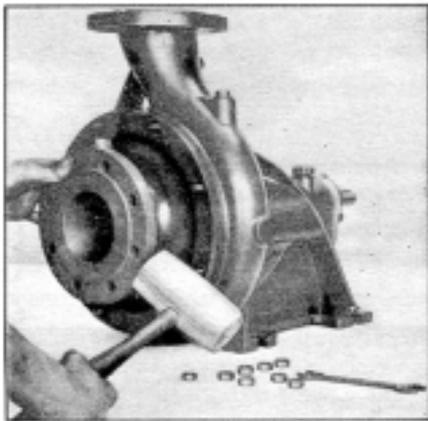
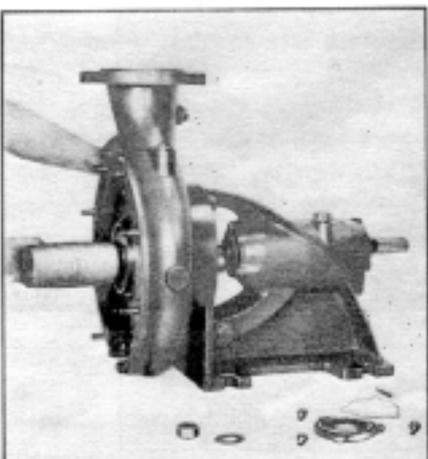

fig. 11 Desmontaje de la tapa de succión
fig. 13 Retiro del rodete del eje
Para ser desmontada, la bomba debe ser removida de la base. Retirar en seguida la tapa de succión (fig. 11), soltar la tuerca del rodete. Atención: en el caso de bombas con soporte D, antes de soltar la tuerca, se debe desmontar el pin roscado (904) (fig. 12), retirar la golilla de seguridad (No existente en bombas con soporte D). Luego soltar la tapa del caballete del lado del accionamiento y retirar el rodete con leves golpes en el eje (fig. 13). Después del uso prolongado, el rodete sale, a veces, con dificultad del eje. En estos casos, se usan líquidos solventes de óxido.